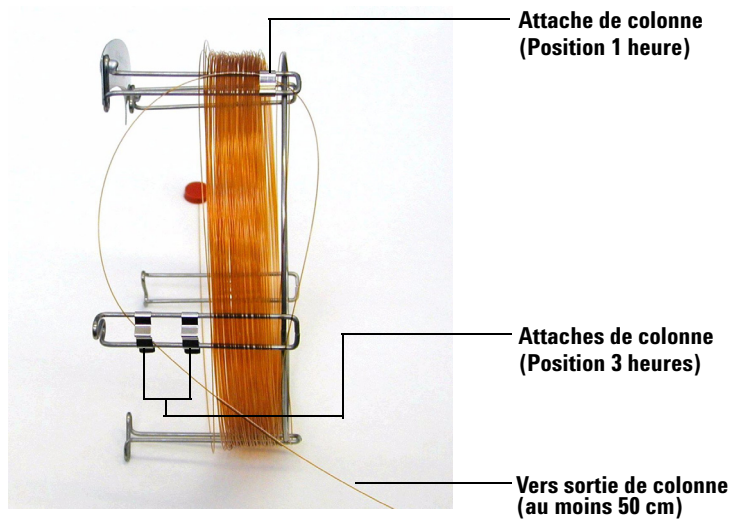

Figure 6 Colonne passée dans l'attache à 3 heures
- 5 Enfiler ensuite l'extrémité de sortie de la colonne dans les attaches à 3 heures de sorte que la colonne ait son extrémité dirigée vers l'arrière de son support. S'assurer que la partie de colonne située entre les deux attaches NE dépasse PAS de l'étiquette de la colonne. Voir Figure 6.